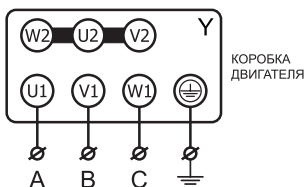

Рисунок 3
12.2 Вентиляторы с двигателями на номинальное напряжение Δ/Y 380/660 В допускается также подключать к трехфазной сети с переменным напряжением 660В, предварительно переключив схему соединения обмоток двигателя в звезду Y 660 В (см. рисунок 3), в противном случае двигатель может выйти из строя.